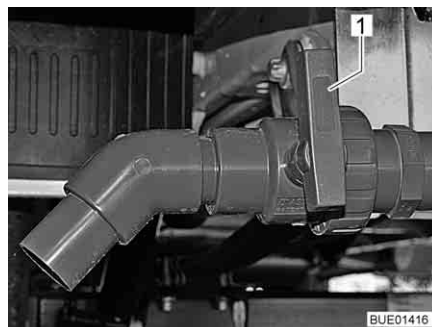

Fig. 234 Torneira de descarga
- Gire o manípulo (Fig. 234,1) da torneira de descarga no sentido de fluxo.